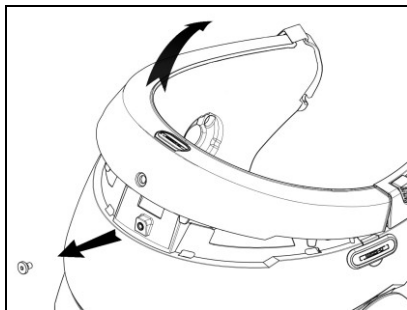

Fig. 4
- Fjern skruen på pakningen, der sidder på styrthjelmens kant ved brug af den relevante nøgle (Fig. 4).
- Fjern fuldstændigt pakningen på kanten, som vist på Fig. 4, og fjern desuden polstringen.